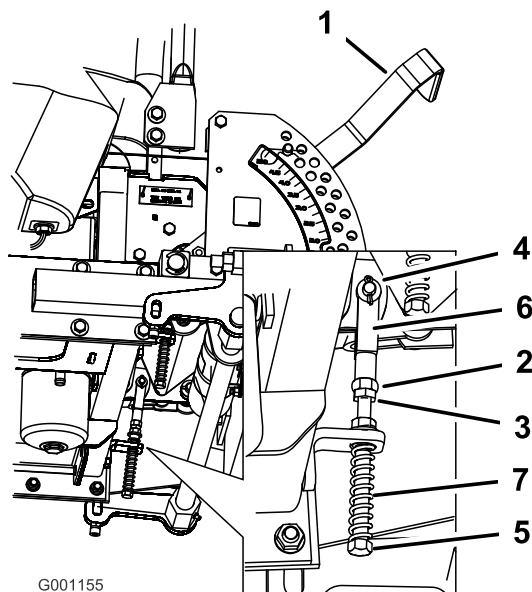

Figura 67
8. Se occorre regolare, allentate il dado e il controdado contro la forcella (Figura 67).
9. Premete leggermente indietro la leva di controllo del movimento, girate la testa del bullone di regolazione nella direzione opportuna finché la leva di controllo non si trova al centro, in posizione di BLOCCO IN FOLLE (Figura 67).
10. Serrate il dado e il controdado (Figura 67).